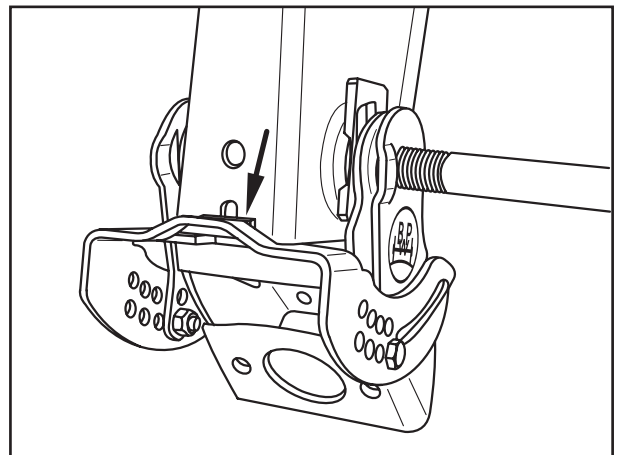

Fig. 18
- [7] Achslift anheben, angeformte Lasche in die Nut der Stütze einsetzen (Fig. 18/Pfeil) und ausrichten, bis alle Bohrungen fluchten.
- [7] Raise the axle lift, insert the tongue on the formed plate into the groove in the hanger bracket (Fig. 18/arrow) and align it until all holes line up.
- [7] Faire monter le relevage d'essieu, introduire la languette dans la fente prévue sur la main (fig. 18/flèche) et la positionner de sorte que tous les alésages coïncident.